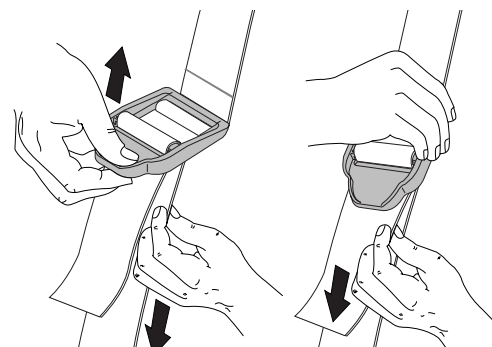

Fig. 8
4. Réglez la longueur en fonction de la taille de l'opérateur. Tirez la languette pour rallonger, ou tirez la bande pour raccourcir (Fig. 8).